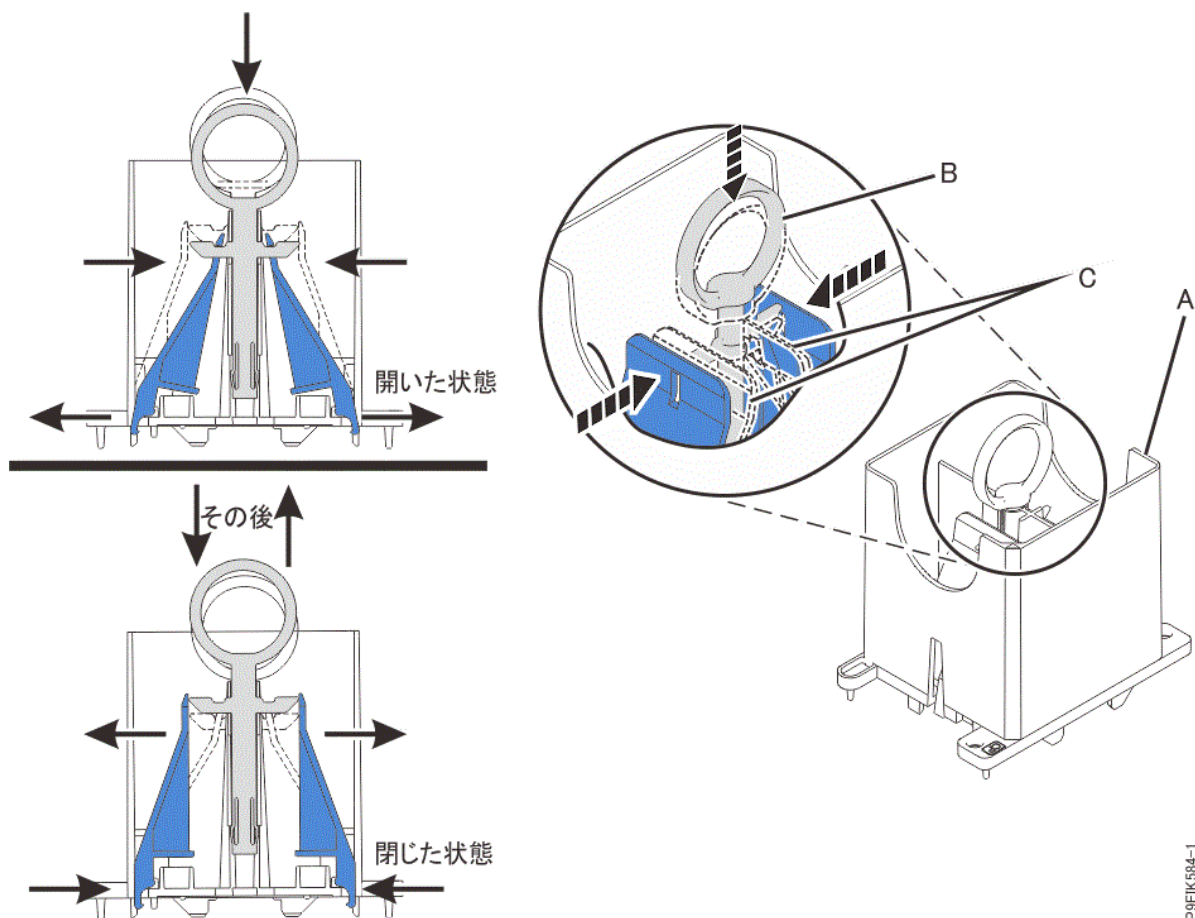

図 19. 取り外しツールがオープン位置にあることの確認
- a) 取り外しツールがオープン位置になっていることを確認します (22 ページの図 19 を参照)。中間リングを押し下げ、青色のタブを内側に向ける必要があります。